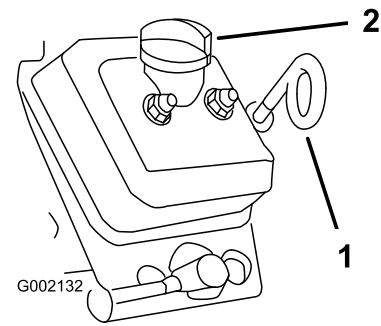

Figure 20
2. Nettoyez la surface autour de la jauge d'huile (Figure 20) pour éviter que des impuretés ne s'introduisent dans le goulot, ce qui risquerait d'endommager le moteur.